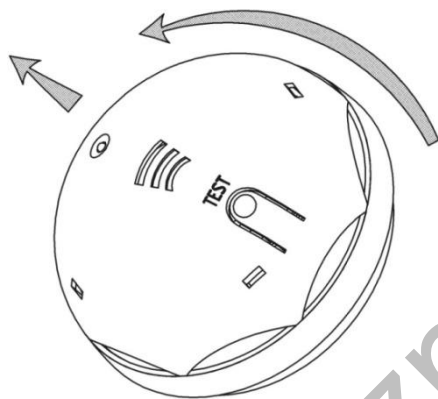

Рис.4 Від'єднання сигналізатора від основи
5.4.3 Від'єднати сигналізатор від основи поворотом його проти годинникової стрілки (дивись Рис.4).